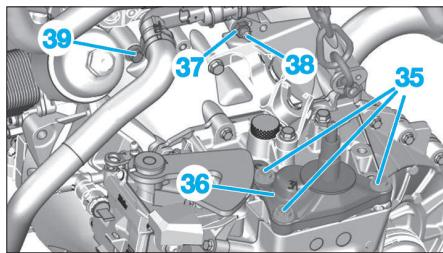

Fig. 10
- les vis (29),
- l'écrou (30),
- les écrous (31),
- l'écrou d'axe de support élastique (32) et sa rondelle,
- le support élastique (33),
- la platine (34),
- les vis (35) (**Fig.10**),
- le support de boîte de vitesses (36),
- l'écrou (37),
- le goujon (38),
- la vis (39).